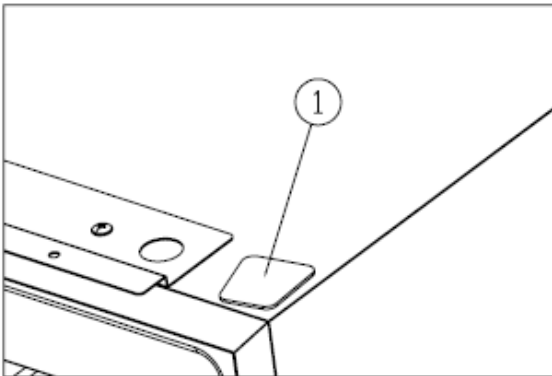

Figure 4
Installare il coperchio (1). [Figure 4]